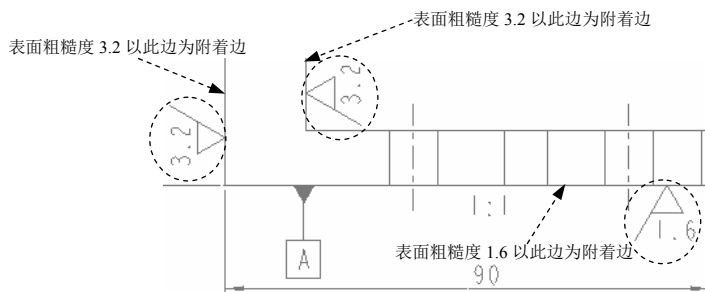

图 10.11.37 创建表面粗糙度
Step4. 选取附着边。在 **选择一个边, 一个图元, 一个尺寸, 曲线, 曲面上的一点, 一顶点 或 a section entity.** 的提示下, 选取图 10.11.37 所示的模型的边线。